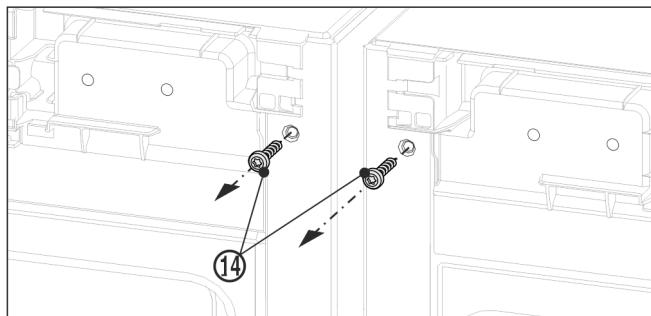

Fig. 11
- 安装上方角前，先旋出两个地脚螺栓 Fig. 11 (14)。